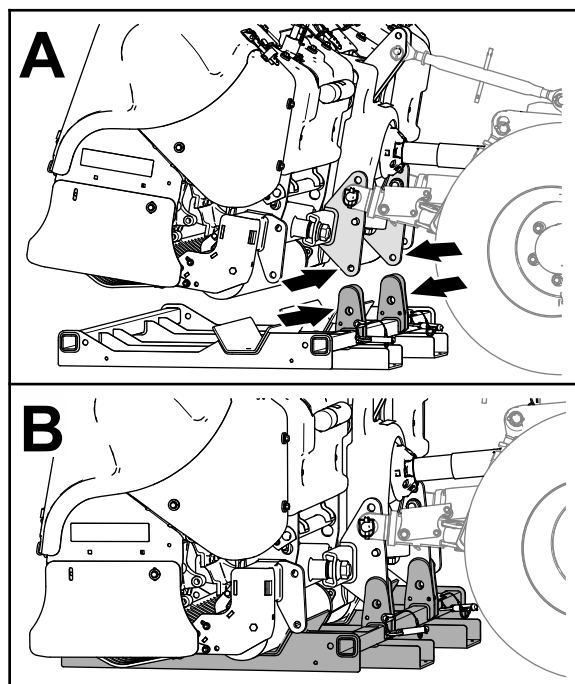

图 45
1. 将存放支架的支撑板与机器挂钩框架上的支架对齐图 45
2. 将机器降低到存放支架中直到支架上的孔与挂钩支架上的孔对齐图 45。